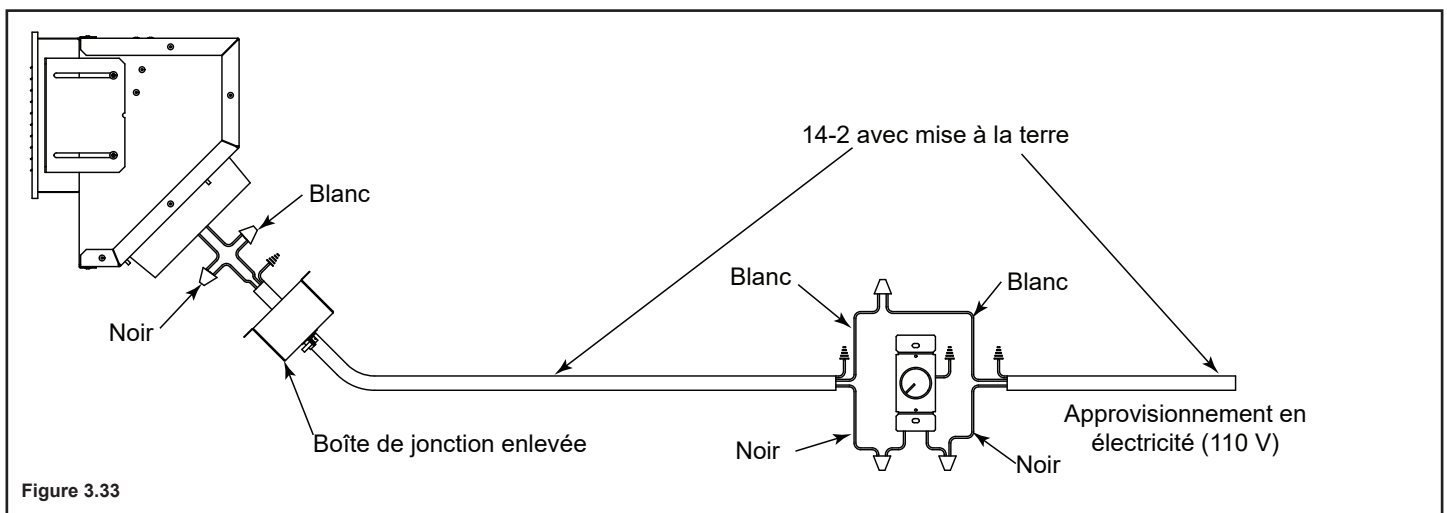

Figure 3.33
- Retirez la boîte de jonction. Connectez le fil 110 V CA de service AU rhéostat mural et DU rhéostat mural vers la boîte de connexion du ventilateur. Utilisez les capuchons de connexions pour fixer les fils de service 110 V CA au fils chaud (noir) et neutre (blanc) du ventilateur et vissez le fil de mise à la terre 110 V CA à la boîte de connexion. Voir la figure 3.33.